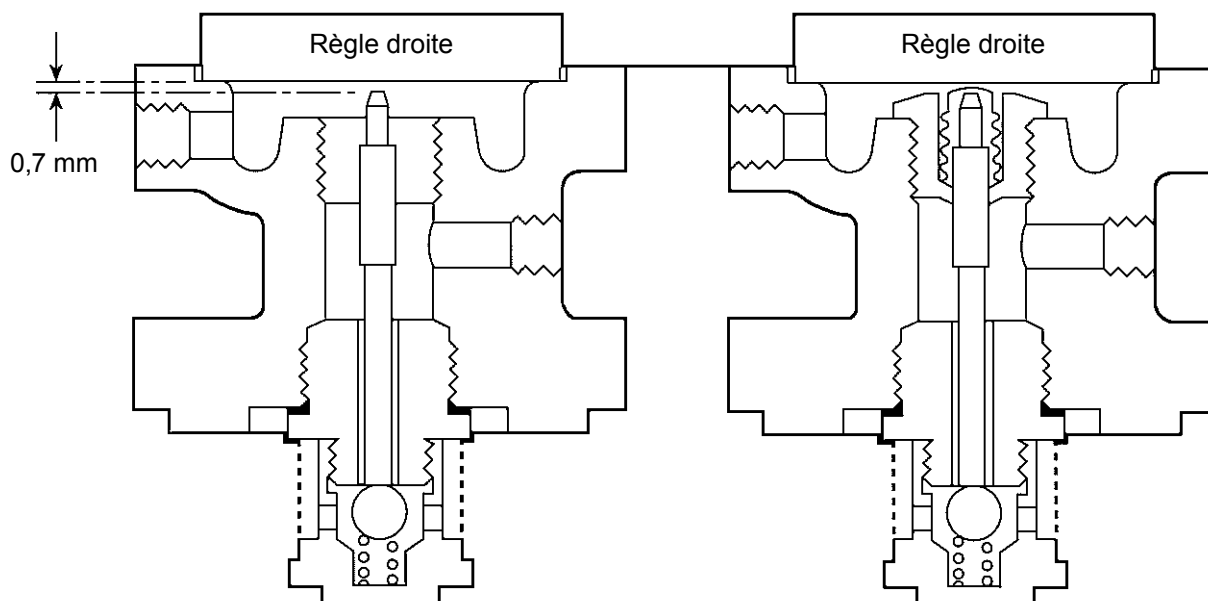

Fig. 8
2. Desserrer le contre-écrou (2) et détendre le ressort (6) en tournant la vis de réglage (1) dans le sens inverse des aiguilles d'une montre.
3. Déposer la rondelle 'C' (3) d'en dessous du contre-écrou et déposer le couvercle (12).
4. Retirer le ressort de réglage (6) et le disque de contact supérieur (5).
5. Dévisser les écrous 4 x M10 (8) et déposer le carter de ressort (4), le disque de contact inférieur (7) et les membranes de clapet-pilote (9).
7. Dévisser les écrous (21) et déposer le corps porte-pilote (10), et s'assurer que le ressort du clapet principal (16) reste en position sur la partie supérieure du clapet principal (17).
8. A l'aide d'une clé à douille 27 mm s/p, dévisser l'ensemble clapet-pilote (13) avec la crépine du clapet-pilote (14) et retirer également le poussoir de clapet-pilote (11).
9. A l'aide d'une clé 24 mm s/p, dévisser le joint à soufflet (31). Si nécessaire, le joint à soufflet peut être remplacé.
10. Monter le nouveau clapet-pilote (13) et serrer jusqu'à 115 N m.
11. Insérer maintenant le poussoir du clapet-pilote (11) par le dessus du corps porte-pilote et vérifier si la lumière entre le bout du poussoir et la règle droite mise sur le logement de la membrane auxiliaire, est bien de 0,7 mm (voir Fig. 8).
13. Vérifier s'il reste effectivement une faible lumière entre la règle droite, mise sur le logement de la membrane auxiliaire, et le dessus du joint à soufflet (voir Fig. 8).
14. Avant de remonter le détendeur, s'assurer que toutes les portées de joints sont bien propres et que le ressort du clapet principal (16) est positionné correctement.